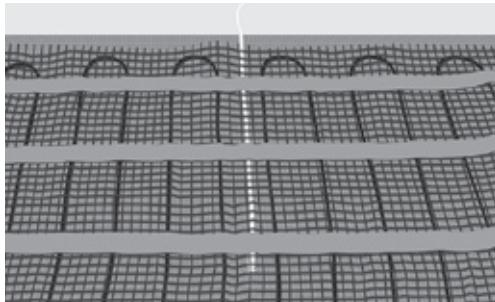

Fig. 7. Leitungsröhr/Sensor zwischen den Kabeln platzieren
11. Verlegen und befestigen Sie das Leitungsröhr oder den Bodensensor, wenn kein Leitungsröhr installiert ist. Achten Sie darauf, das Rohr/den Sensor zwischen zwei Heizkabeln zu positionieren (Abb. 7).